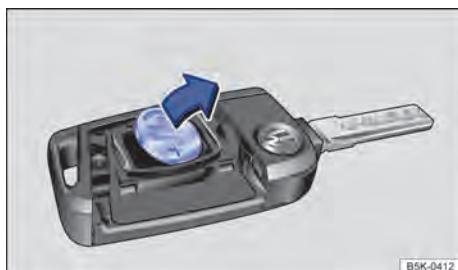

Fig. 25 Chave do veículo: remover a bateria.
- Remover a bateria do alojamento da bateria com uma ferramenta adequada ⇒ Fig. 25.
- Posicionar a nova bateria conforme indicado ⇒ Fig. 25 e pressionar no sentido contrário ao da seta para dentro de alojamento da bateria ⇒ ①.